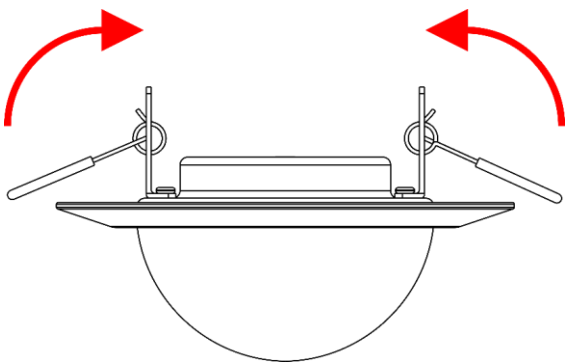
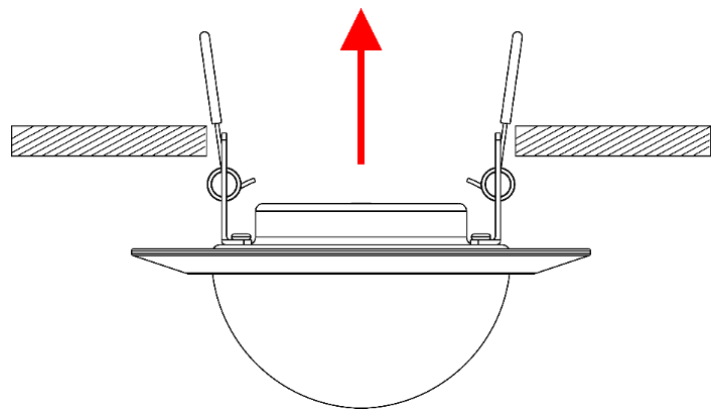

Abb. 04
Abb. 05
- 04) Klappen Sie die **federbelasteten Befestigungsklammern (02)** nach oben (Abb. 04) und setzen Sie den Pixel Dot in die Montageöffnung (Abb. 05).